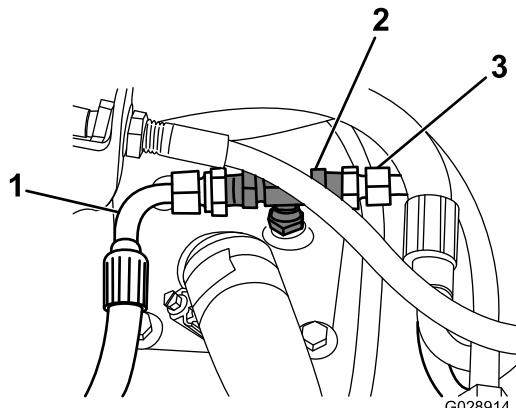

Bild 3
- Schließen Sie den Ablauchschlauch (3/8") von Schritt 3 am Adapter an (Bild 3).